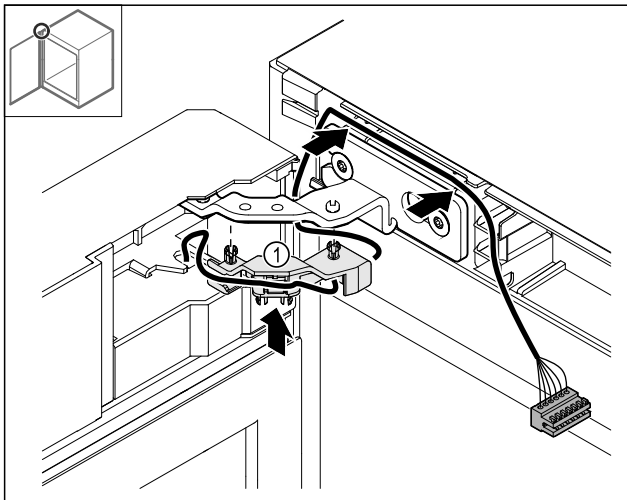

Fig. 45
- ▶ Вдавите держатель кабеля Fig. 45 (1) в шарнир.